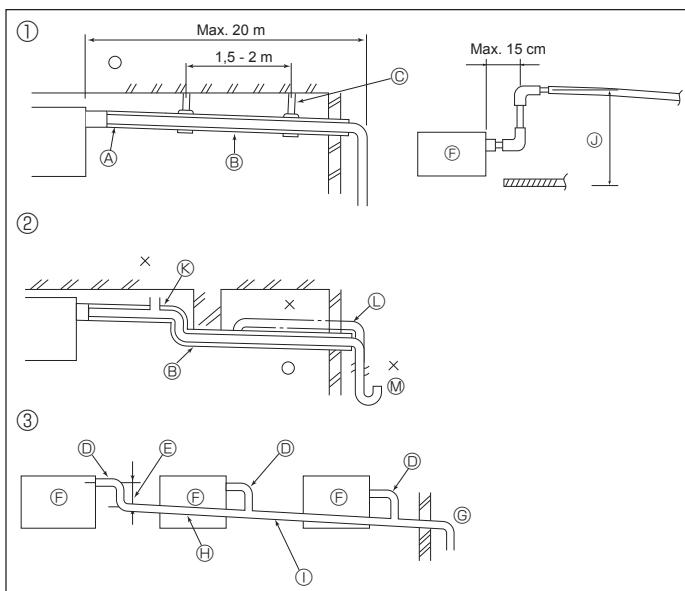

Fig. 5-1
5.1. Verrohrung der Dräneage (Fig. 5-1)